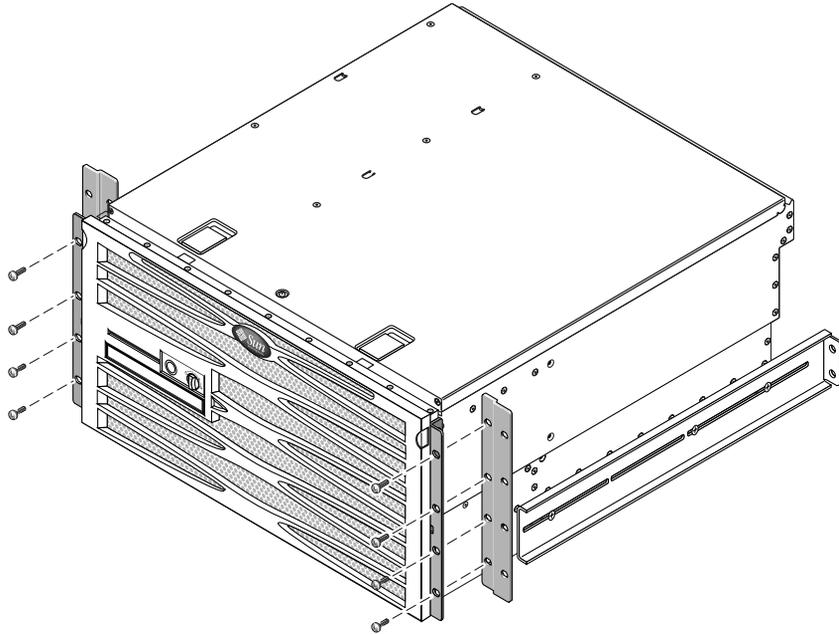

FIGURE 3-20 Fixation des supports de réglage avant de 600 mm aux supports de montage fixe avant
- À l'aide de huit des vis cruciformes à tête cylindrique bombée M5 × de 8 mm (quatre pour chaque support de réglage) fournies, fixez les supports de réglage avant de 600 mm aux supports de montage fixe avant (voir FIGURE 3-20).